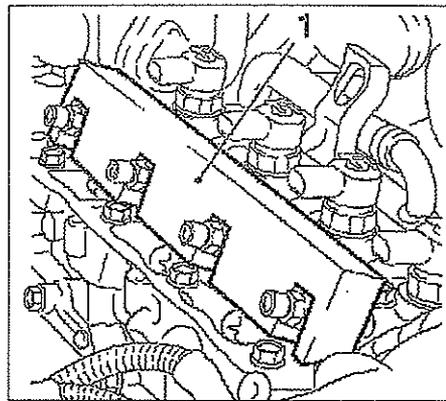

FIG. 17
! El casquillo anti-térmico (5) debe colocarse en la culata con un guía adaptado o con el útil (A) KM-6358 antes del ensamblado del inyector (fig. 16). Será igualmente necesario alinear los inyectores con el útil (B) KM-6358 (fig. 17).